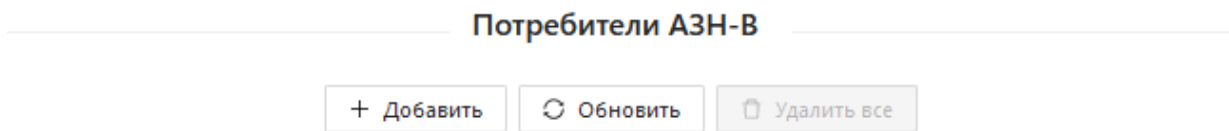

Рисунок 4
3.5.1. Рабочая область «Потребители АЗН-В» окна СК приведена на рис. 4.